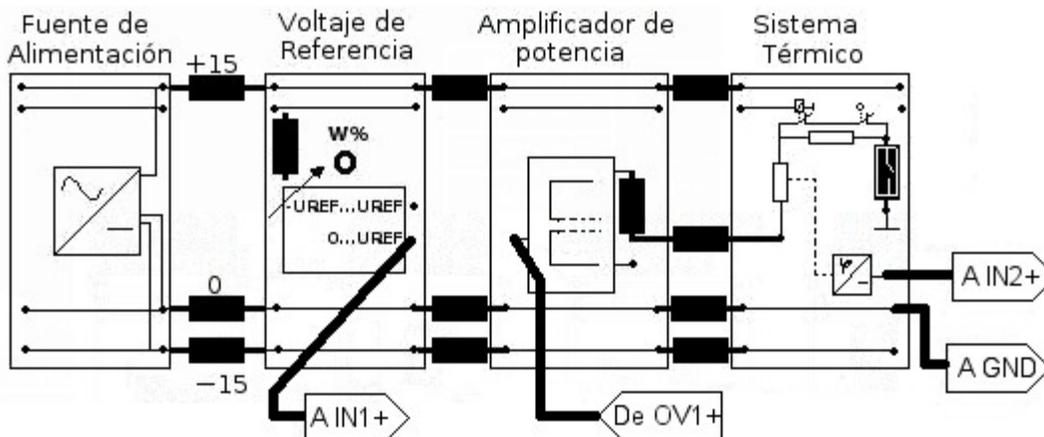

Figura 23. Sistema Térmico.
1. Arme el sistema que se muestra en la Figura 23.